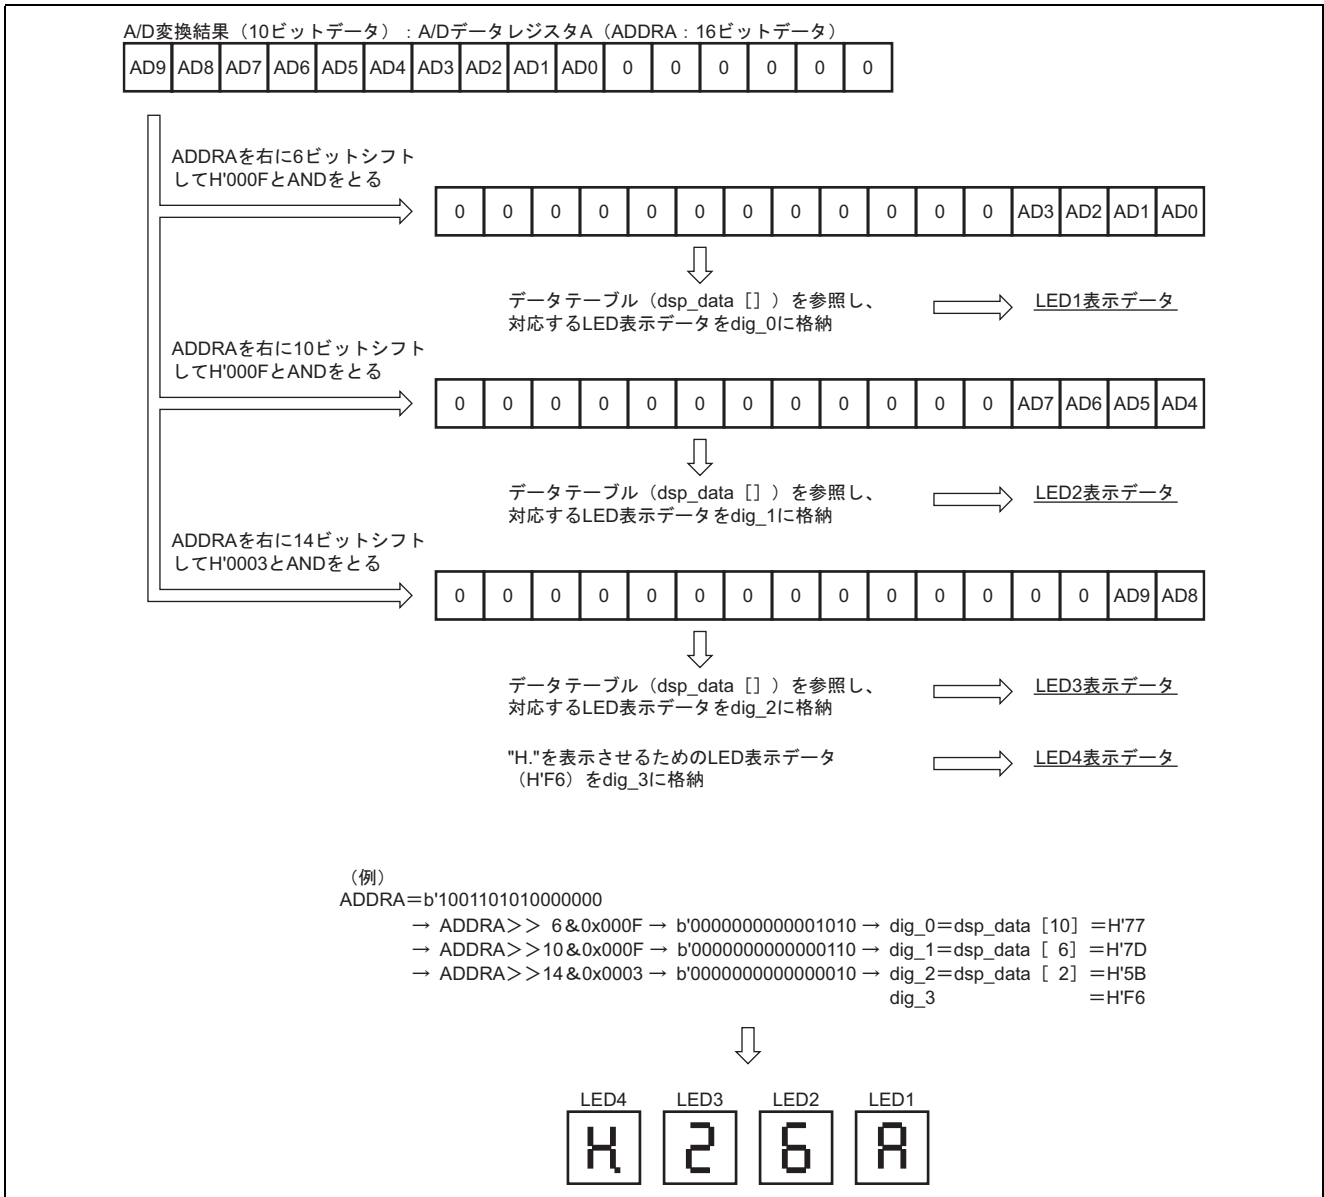

図 1.4 A/D 変換結果の LED 表示方法
10. 本タスク例では、A/D 変換結果を 7 セグメント LED に 16 進数で表示 (H'3FF~H'000) させます。図 1.4 に A/D 変換結果の LED 表示方法を示します。